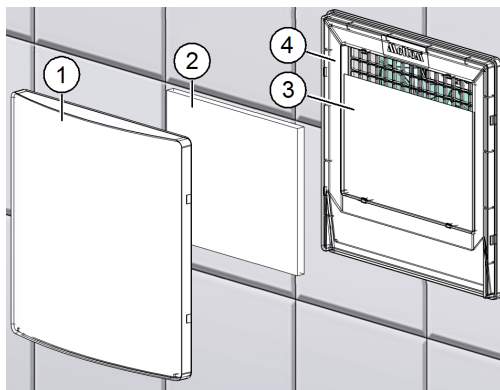

Рис. 12: заменить фильтр и регулировочное полотно
- ▶ Возьмитесь за один из нижних уголков крышки всасывания (поз. 1 на рис. 12) и снимите ее с держателя фильтра (поз. 4 на рис. 12).
- ▶ Выньте использованный фильтр (поз. 2 на рис. 12).
- ▶ Замените при сильном загрязнении также регулировочное полотно из флиса (поз. 3 на рис. 12, только для вентиляторов с расходом воздуха 60 м3/ч и боковой вытяжкой)